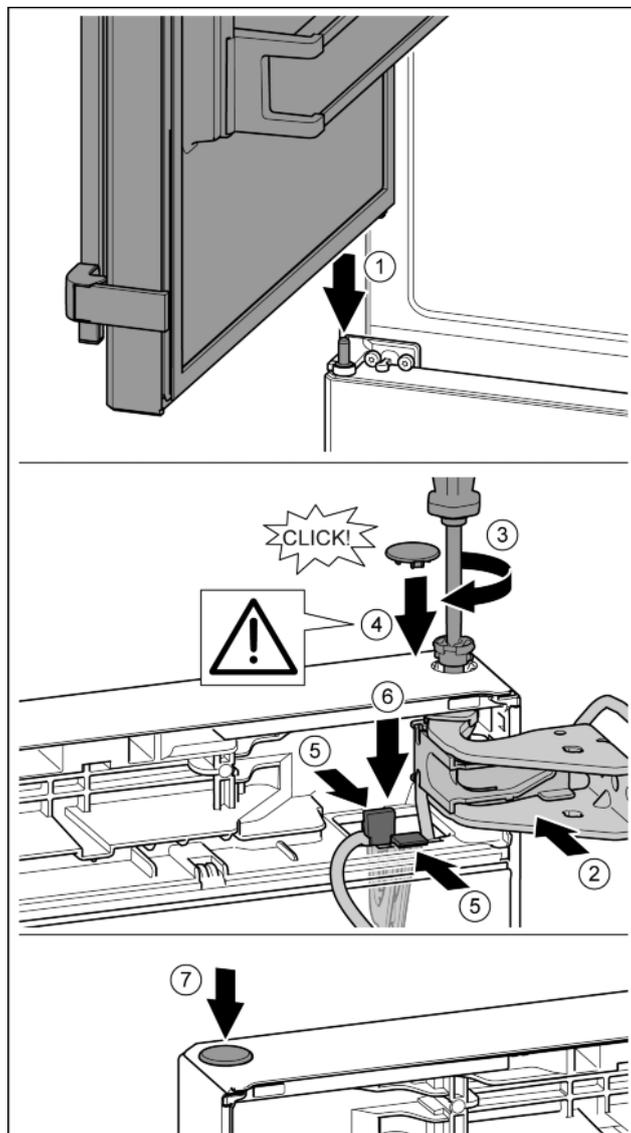

Fig. 33
- ▶ Obere Tür auf mittleren Lagerbolzen setzen Fig. 33 (1)
- ▶ Tür oben zur Öffnung im Lagerbock ausrichten. Fig. 33 (2)
- ▶ Bolzen einsetzen und mit Schraubendreher T15 festschrauben. Fig. 33 (3)
- ▶ Sicherungsabdeckung zur Sicherung der Tür montieren: Sicherungsabdeckung einsetzen und kontrollieren ob sie auf der Tür aufliegt. Ansonsten Bolzen vollständig einsetzen. Fig. 33 (4)
- ▶ Halter mit daran befestigtem Kabel in Öffnung einsetzen. Dabei muss die Lasche mit der längeren Öffnung nach vorne zeigen. Fig. 33 (5)
- ▶ Halter nach unten drücken bis die Lasche einrastet. Fig. 33 (6)
- ▶ Stopfen einsetzen. Fig. 33 (7)